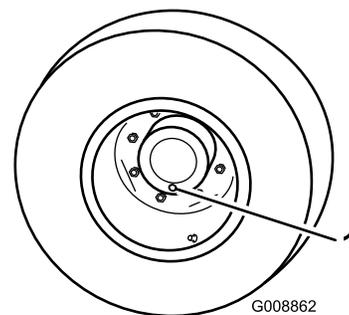

Figura 68
1. Con la macchina parcheggiata su una superficie piana, posizionate la ruota in modo che un tappo di controllo si trovi nella posizione inferiore (ore 6) (Figura 68).